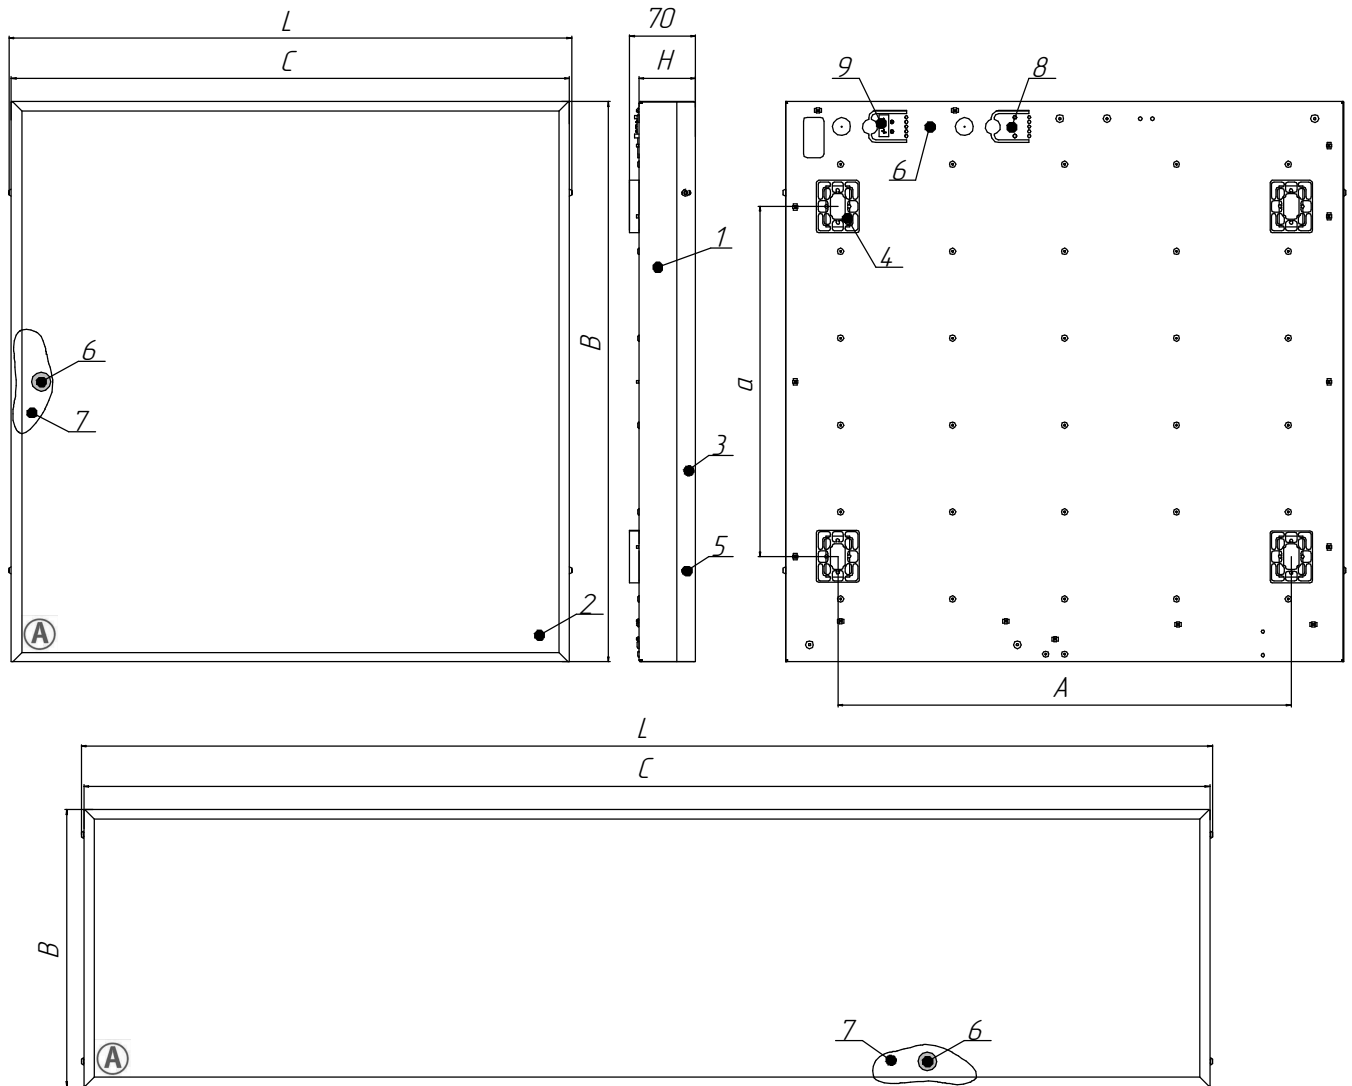

Рисунок 1 - Общий вид светильников
1) Снимите боковую планку поз.3, отвернув удерживающие ее винты поз.5 (см. рисунок 1).
2) Снимите рассеиватель поз.2, выдвинув его со стороны боковой планки (см. рисунок 1).
5.6 Подайте напряжение питания по некоммутируемой сети освещения. Индикатор заряда должен засветиться (см. рисунок 1, поз.7). Если индикатор заряда не засветился, то необходимо проверить правильность подключения светильника. Затем подайте напряжение питания по коммутируемой сети освещения. Если светильник не светит, то так же проверьте правильность его подключения.
5.8 В светильниках присутствует ручное тестирование аварийного режима, "**Магнитный тестовый выключатель**": выключите светильник. Поднесите "Магнит неодимовый E42" (или аналогичный с силой сцепления не менее 41 кг) в плотную к области расположения индикатора (см. рисунок 1, поз. 7). Источник питания светильника переключится в аварийный режим, напряжение на светодиодные модули будет подаваться от аккумулятора. Для возврата в рабочий режим отдалите магнит.